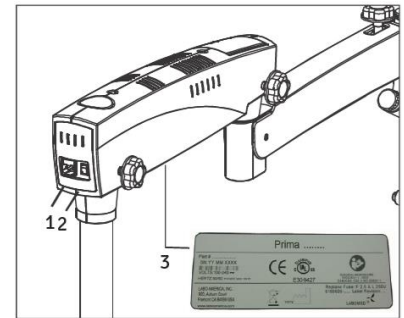

Fig. 42
1. Connectez le câble d'alimentation à la prise d'entrée secteur (1) fournie sur l'arrière du bras pivotant comme indiqué sur la fig. 42. Allumez l'appareil à l'aide de l'interrupteur marche/arrêt (2).
⚠ ATTENTION : L'alimentation est conçue avec une entrée universelle 100 V - 240 V CA, 50/60 Hz. Pour le brancher, suivez les instructions sur l'étiquette électrique fournie au bas du bras, comme indiqué (3) ici dans la Fig. 42.
Il est situé à l'arrière du bras pivotant. Voir la figure 42. En position « I », le microscope est allumé et le ventilateur de refroidissement commence à fonctionner.